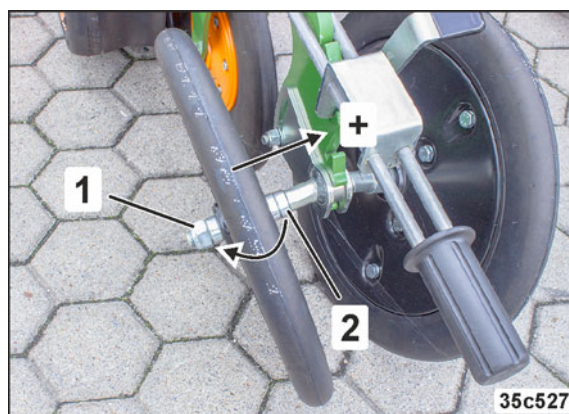

Fig. 180
3. Fjern sikringsmøtrikken (Fig. 180/1)
4. Træk trykrullen af, og flyt afstandsstykkerne (Fig. 180/2).